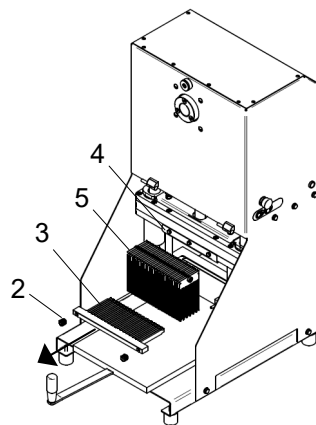

Fig. 7.2.2
7.3.2 - Retrait du bloc lames (Fig. 7.2.2)
7.3.2 Retrait du bloc lames (Fig. 7.2.2)